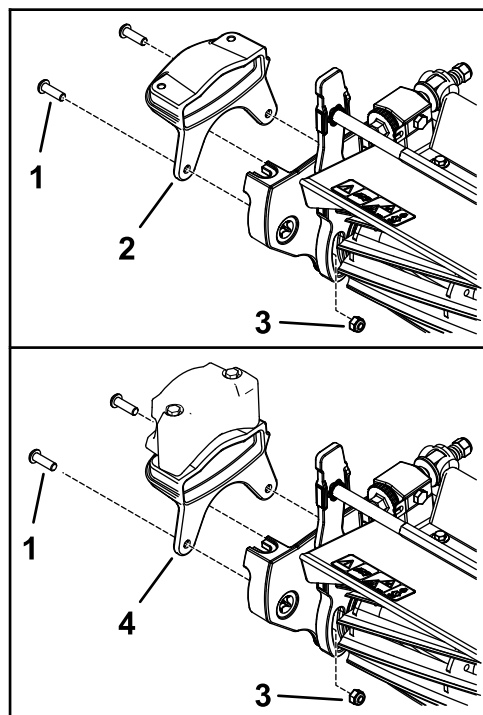

Рисунок 10
1. Прикрепите новый груз к боковой поверхности режущего блока с помощью 2 болтов (5/16 дюйма) и 2 гаек (5/16 дюйма), как показано на Рисунок 10.
4. Присоедините блок привода механической щетки к валу барабана (Рисунок 10).